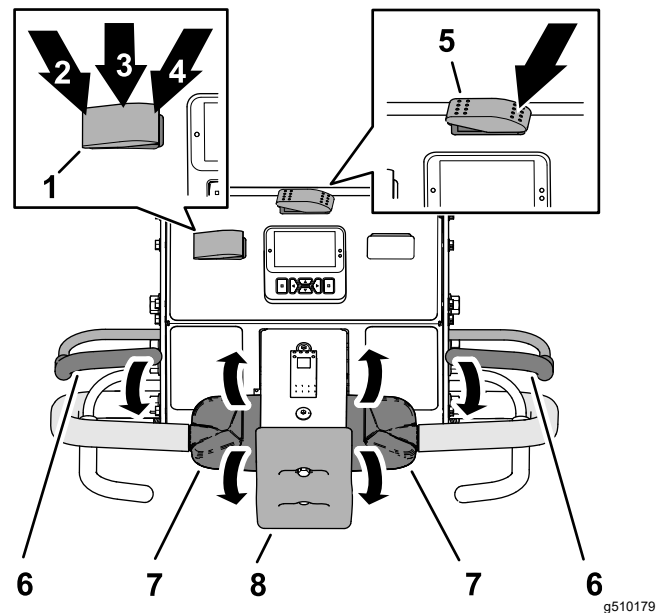

Figura 74
1. Presione el interruptor de transporte/aireación hasta la posición de TRANSPORTE (Figura 74).